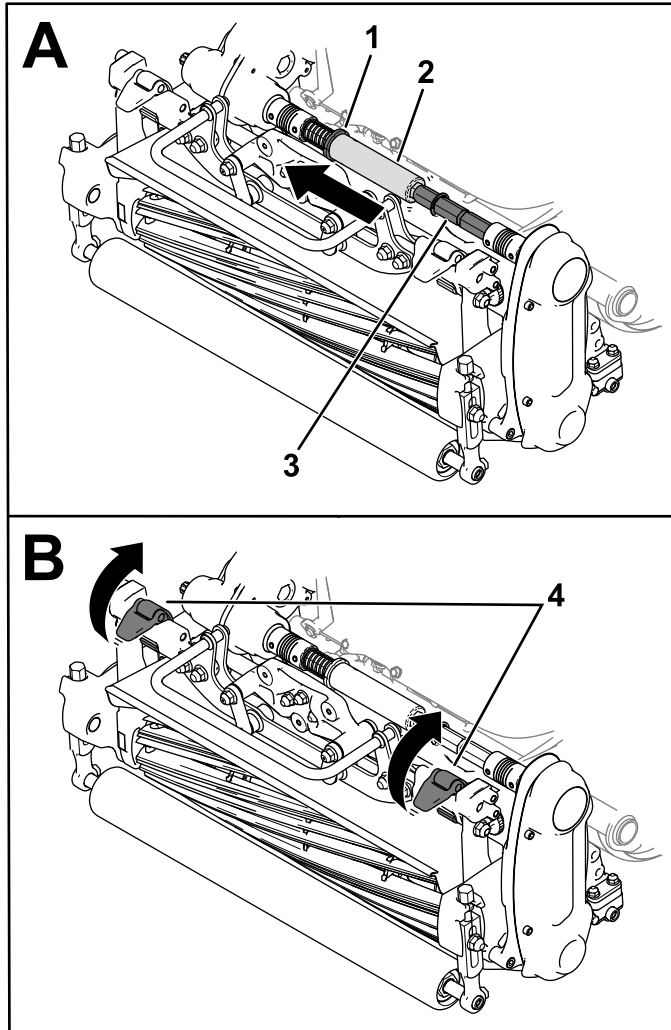

Bild 39
3. Schieben Sie den Bund (Bild 39) in die Nut der Getriebewelle.
4. Schieben Sie das Sechskantrohr von der Kupplungswelle des Mähwerks herunter (**Bild 39**).
5. Klappen Sie die Aufhängerriegel nach oben, um das Mähwerk von der Maschine zu lösen (**Bild 39**).